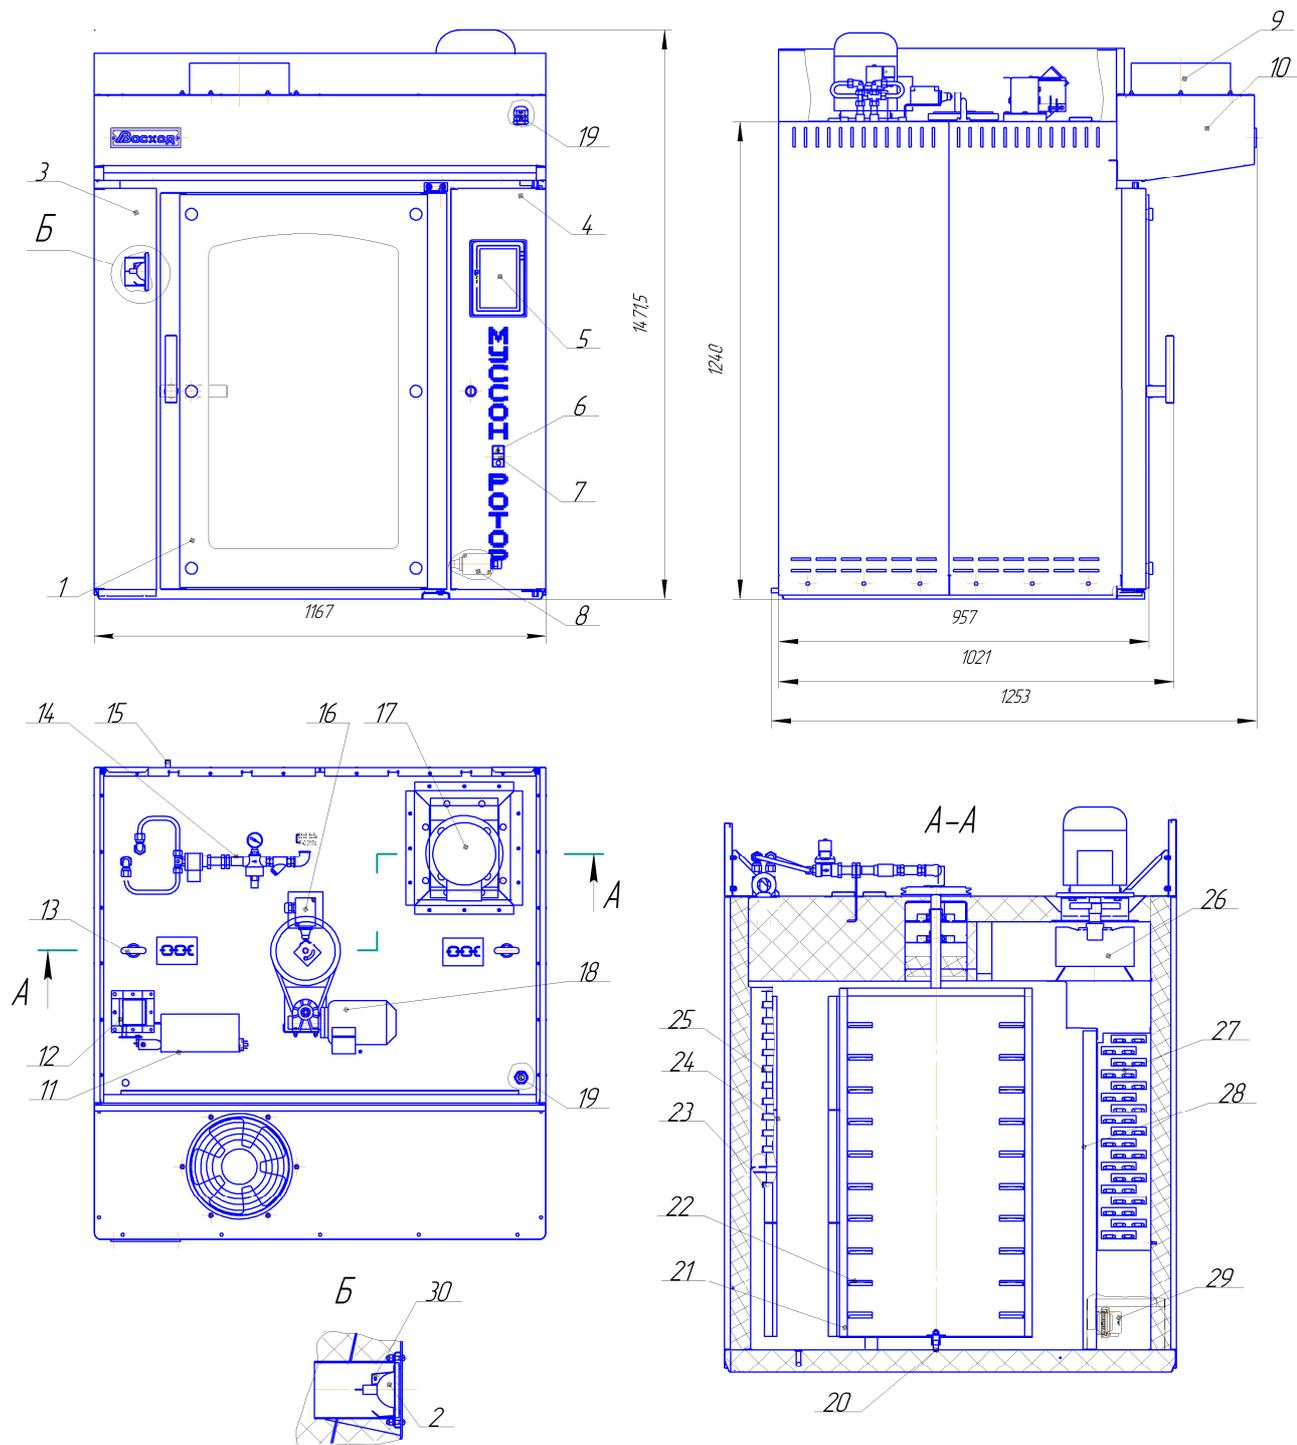

Рисунок 1 - Общий вид печи
6.2.4 Распаковать сенсорную панель оператора, установить на место, извлечь арматурные стержни для испарителя парогенератора, снятые для удобства транспортирования. Распаковать галогеновые лампы поз.2 (2 штуки), установить на место и закрепить стопорными шайбами поз.30 (рисунок 1). Внутри печи отвернуть саморезы (4 штуки) крепления двух планок стеллажа печи и извлечь планки. Распаковать вентилятор и установить на козырек снизу, через резиновые уплотнители.
- снять панель канала паросброса, снять панель жалюзи поз.24( рис.1)
Кабель пропустить через отверстие в вводном кабельном зажиме поз.19 (рисунок 1).